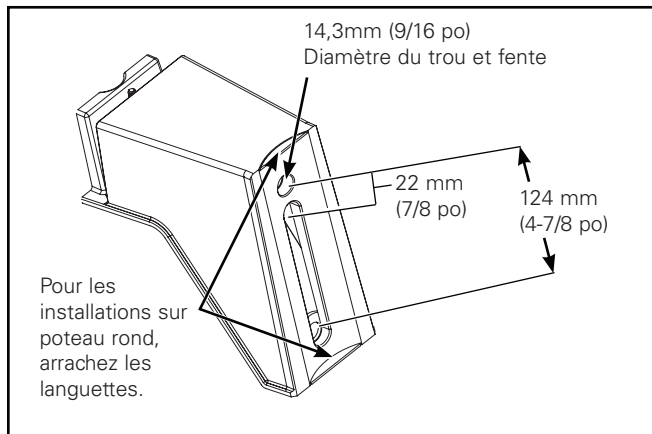
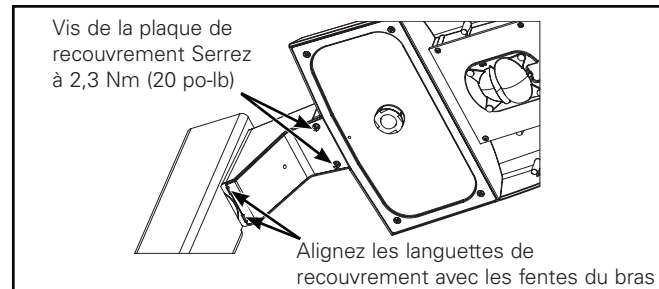

Figure 1.
Figure 5.
### Bras de montage sur poteau (Figure 1 - Figure 5)
1. Le bras de fixation sur poteau est conçu pour un poteau carré ou rond. L'installation sur poteau rond nécessitera le retrait des languettes du bras de fixation. Saisissez la languette avec des pinces et arrachez-la. (Figure 1.)
**Remarque:** Assurez-vous que les fils d'alimentation ne sont pas coincés entre le couvercle et le bras de fixation. (Figure 5.)